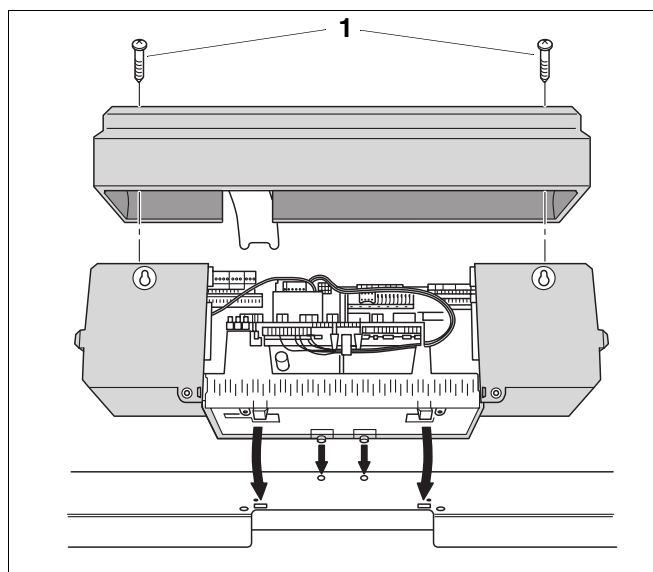

Fig. 14 Montering af instrumentpanelet Logamatic 4000
- Skru de to pladeskruer (fig. 14, **pos. 1**) ud af klæmmedækkappen ovenfra, og tag kappen af.
- Sæt instrumentpanelet på, så indskydningskrogene foran føres ind i de ovale huller, træk instrumentpanelet fremad, og vip det derefter bagover, til de to elastiske kroge til højre og venstre går i indgreb (pile – fig. 14).
- Sæt klemmedækkappen på, og fastgør den med 2 pladeskruer (fig. 14).